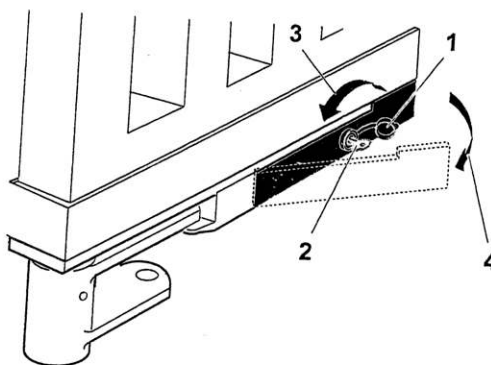

Fig. 15
- otworzyć zasłepkę ochronną zamka (rys.15-odn.1)
- włożyć klucz deblokady w zamek (rys.15-odn.2)
- przekręcić klucz w kierunku słupka aż do oporu (rys.15-odn.3)
- pociągnąć dźwignię do siebie (rys.15-odn.4)